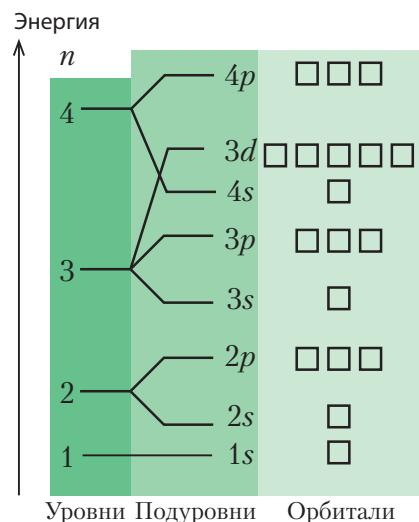

Рис. 18. Схема распределения атомных орбиталей по энергии (энергетическая диаграмма)
Согласно основному принципу квантовой механики, электрон в атоме может принимать только определённые значения энергии, а другие значения запрещены. В этом случае говорят, что **энергия электрона квантована**, то есть имеет дискретный набор значений. Для наглядного представления состояний электронов в атоме используют энергетическую диаграмму (рис. 18). Проанализируем этот рисунок. Из рисунка следует, что электроны в атоме распределены по энергетическим уровням и подуровням.
На энергетической диаграмме атомные орбитали изображены в виде клеток (ячеек): \square (рис. 18). На каждом энергетическом подуровне может находиться только определённое число одинаковых по энергии атомных орбиталей: на любом *s-подуровне* — одна \square , на *p* — три $\square\square\square$, на *d* — пять $\square\square\square\square\square$.
4. Используя рис. 18, расположите следующие атомные орбитали в порядке увеличения их энергии: $3p$, $2p$, $3d$, $1s$.